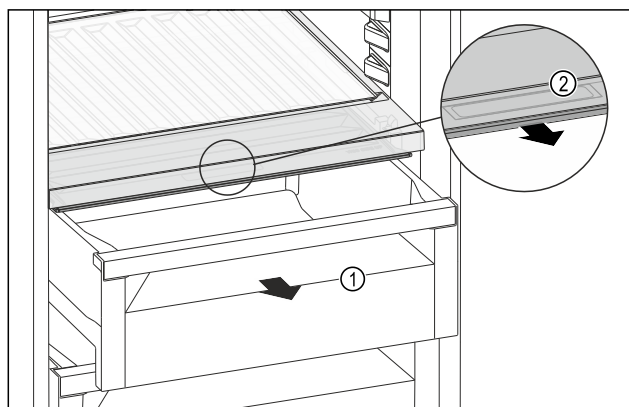

Fig. 157
- ▶ Zásuvku Fig. 157 (1) vytáhněte.
- ▶ Uchopte prohlubeň pro rukojeť Fig. 157 (2) na víko zásuvky a současně zatáhněte za víko zásuvky směrem dopředu.